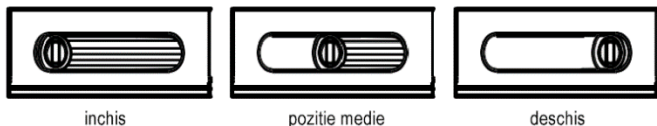

Fig. 4. Un exemplu de reglare a admisiei de aer proaspat (tavita cenușar).
- maneta de reglare a amortizorului, prin ajustarea tirajului coșului de fum, (vezi fig. 4),